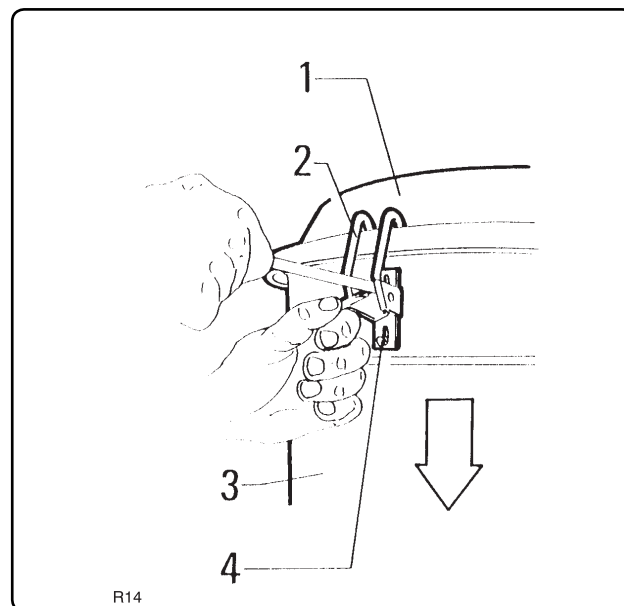

Fig. 7.5.2
7.5.2 - Verificarea etanșării capacului (fig. 7.5.2)